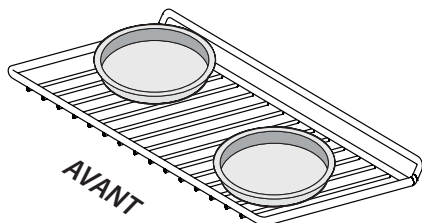

Figure 14: Cuisson avec une seule grille
- Lorsque vous utilisez une grille de four, placez la batterie de cuisine comme indiqué à la figure 14. Laissez un espace d'au moins 5 cm (2 po) entre les batteries de cuisson pour assurer une bonne circulation de l'air.